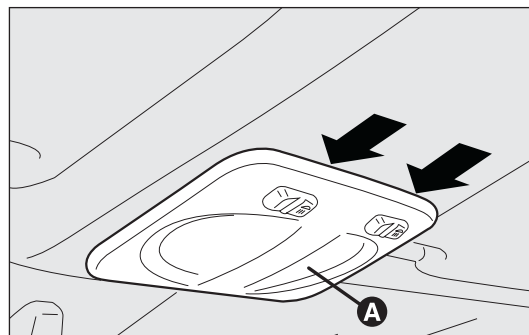

рис. 175
- нажмите в точках, указанных стрелками, и снимите плафон А – рис. 175;
- закройте крышку В и установите плафон А – рис. 175 на свое место. Убедитесь, что плафон хорошо закреплен.